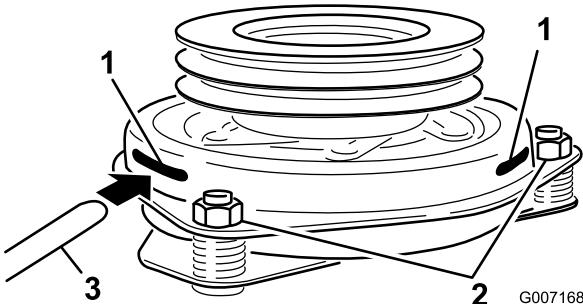

Bild 56
9. Stecken Sie eine 0,381 bis 0,533 mm Fühlerlehre durch einen Prüfschlitz in die Seite der Baugruppe. Stellen Sie sicher, dass die Lehre zwischen dem Anschlussstück und den Rotorabrieboberflächen ist (Bild 56).
10. Ziehen Sie die Sicherungsmuttern fest, bis die Fühlerlehre etwas fest sitzt, jedoch leicht bewegt werden kann (Bild 56).